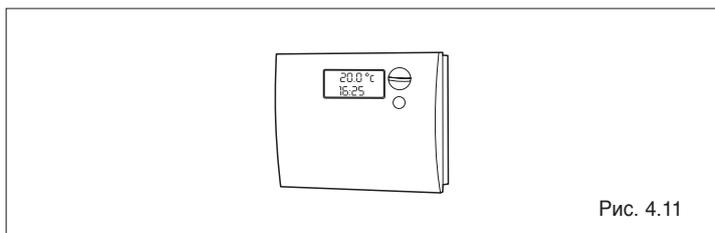

Рис. 4.11
- при размыкании и последующем замыкании контакта комнатного датчика и/или программируемого таймера (Рис. 4.11)